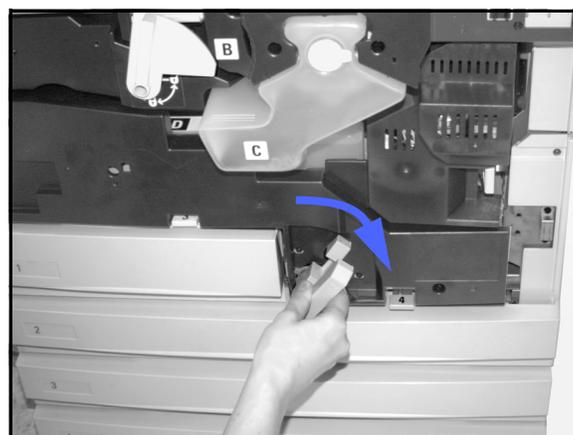

Figure 9 : Rotation de la poignée verte vers la droite
- 2 Tournez la poignée verte vers la droite (voir la figure 9), puis tirez le transport papier vers vous jusqu'à ce qu'il se bloque.